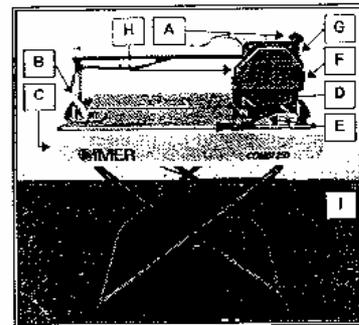
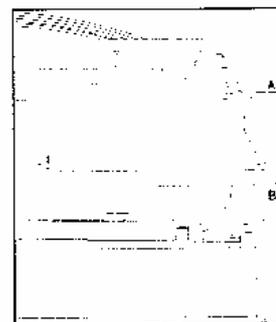

Fig. 3.1
Fig. 3.2
◆ Lors des différents déplacements sur le chantier, veillez à bloquer la tête au moyen du levier (Fig. 3.1-G), et à bien prendre la machine par les poignées situées sur la cuve (Fig. 2.2/A-A).
La machine comprend une partie de coupe mobile (Fig. 3.1-A), une partie de support fixe (Fig. 3.1-B) représentant le châssis de la machine, une cuve-réservoir pour le refroidissement du disque (Fig. 3.1-C) et une unité de réglage (Fig. 3.1-E).
La machine est dotée de dispositifs de protection pour garantir une sécurité de fonctionnement maximum (Fig. 3.1-D).
- Placez la pièce à usiner contre la butée (Fig. 3.3 -E) sur la table d'usinage et réglez l'inclinaison souhaitée à l'aide du goniomètre (Fig. 3.1-E) ;
- Sélectionnez l'angle de coupe, vertical (Fig. 3.1) ou angulaire à 45° (Fig. 3.3). Libérez le dispositif de blocage de l'inclinaison de la tête d'usinage (Fig. 3.1-F) et (Fig. 3.2-A) pour pouvoir amener cette dernière en butée, puis le refermez ;
- Tournez la fermeture de blocage pour libérer le mouvement de la tête d'usinage (Fig. 3.1-G) et (Fig. 3.2-B) ;
1. une unité de coulissement guidée par des roues sur roulements (Fig. 3.3/A-A) et (Fig. 3.1-A);
3. une unité de coupe consistant en un disque meule (Fig. 3.1-D) ;
5. un carter de protection du disque meule (Fig. 3.1-H) ;
7. un dispositif de blocage de la tête d'usinage (Fig. 3.1-F) ;
8. un dispositif de blocage de sécurité pour le transport (Fig. 3.1-G).